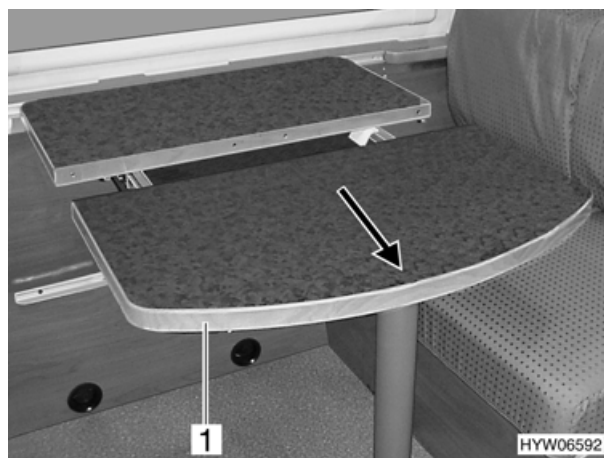

Fig. 41 Tavolo soggiorno, estrarre il piano del tavolo
- Sollevare il piano tavolo (Fig. 41,1) in direzione della freccia fino a fine corsa.